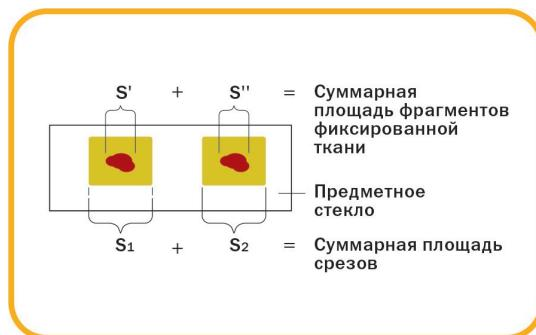

Рисунок 2 – схема срезов с FFPE-блока.
- суммарная площадь фрагментов фиксированной ткани от 2 см² (см. Рисунок 2);